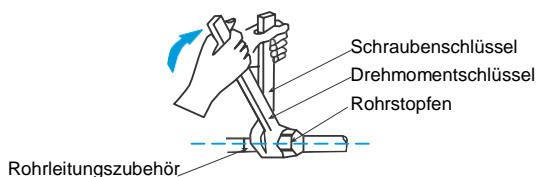

Abb. 4.1
- ♦ Verwenden Sie beim Ein- und Ausbau des Rohres zwei Wasserhähne, einen handelsüblichen Schlüssel und einen Drehmomentschlüssel. Siehe Abb. 4.1